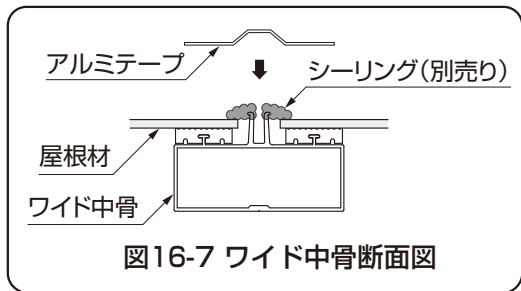

図16-7 ワイド中骨断面図
- ②屋根材を乗せたあと、ワイド中骨と屋根材のすき間にシーリングをしてください。(図16-7参照)
- ③シーリングした上からアルミテープを貼ってください。
- ④アーチのフィンと屋根材の間に、アーチカバーのフィンを差込んでください。
- ⑤【11-1】でアーチカバーをアーチの中央から、桁に向かって順番に取付けてください。